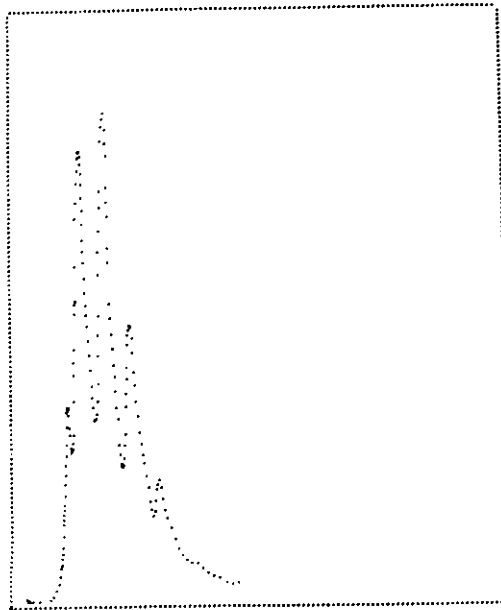

Abb. 6
Das Programm startet mit der Frage, ob man wirklich plotten will. Wird diese Frage mit ja beantwortet, muß man den Datenbereich angeben, in dem die zu zeichnende Kurve gespeichert ist. Dann erscheint der in Abb. 5 dargestellte Display mit der gewählten Kurve. Dabei gilt die Positionierung wie sie im Displayprogramm vorgegeben worden ist! Anschließend muß das Ausgabeformat festgelegt werden. Es wird dann das zu plottende Bild verkleinert gezeigt und eine Möglichkeit zur Formatänderung gegeben (Abb. 6 und 7). Falls man mit dem Format einverstanden ist, muß irgendeine Taste des Teletype gedrückt werden, danach wird die IBM-Verbindung hergestellt. Auf der IBM werden die Daten (aus Bereich 1 oder 2) für den Plotter umgerechnet und anschließend in Bank 1 der PDP ab Platz 3200 (oct) abgelegt. Die IBM berechnet daneben noch die Einzelwerte für die Achsenzahlen etc.
- Fig. 6 Display zur Plotvorbereitung